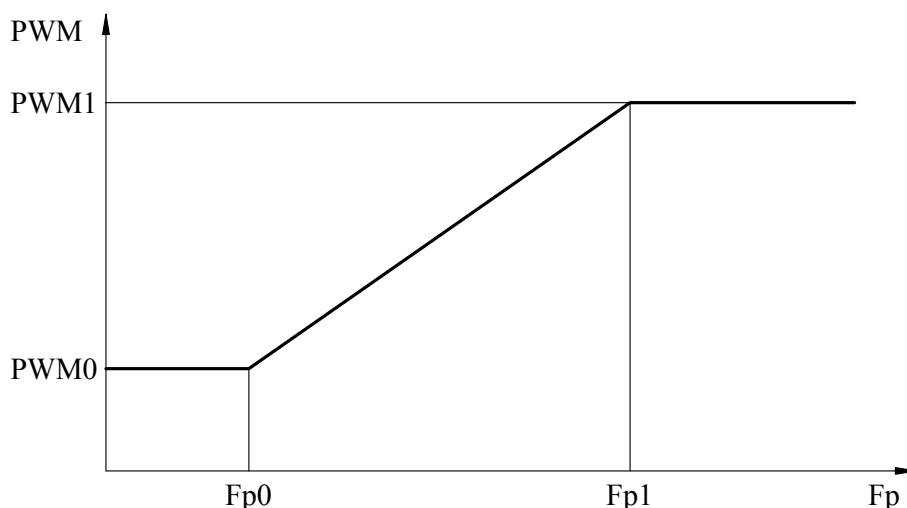

Рис. 8. Зависимость выходного относительного напряжения от частоты и табличных параметров.
3.9.7. Тип 4 – параметры кривой выходного относительного напряжения ($PWM=f(Fr)$) (рис.8).